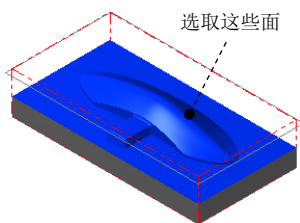

图 9.13 选取加工面
(1) 选取加工面。在图形区中选取图 9.13 所示的面 (共 31 个面), 然后按 Enter 键, 系统弹出“刀具路径的曲面选取”对话框。